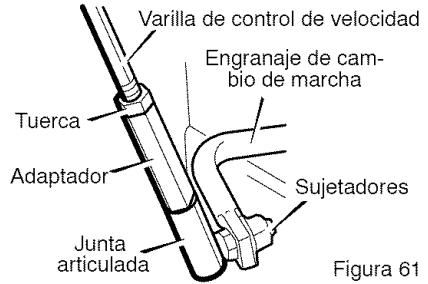

Figura 61
3. Conecte el **junta articulada**, ubicada en el extremo inferior de la **varilla de control de velocidad** al **conjunto de horquilla de cambios**. Vea la Figura 61. Los **sujetadores** (arandela y tuerca) para conectar la **junta articulada** vienen en la bolsa de partes.